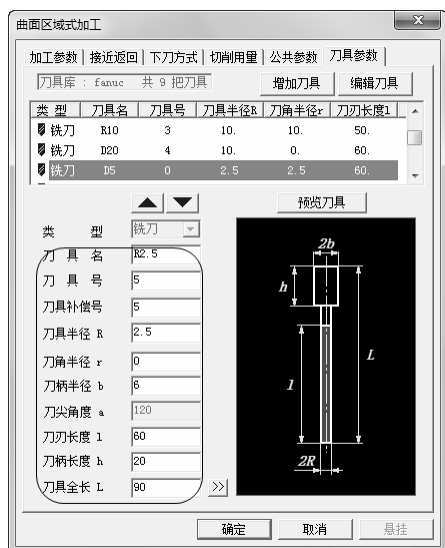

图 3-82 “刀具参数”选项卡
6) 单击“刀具参数”选项卡，选择刀具名称为“D5,r0”，D 代表刀具直径，r 代表刀角半径的平底刀。具体“刀具参数”参数数值如图 3-82 所示。